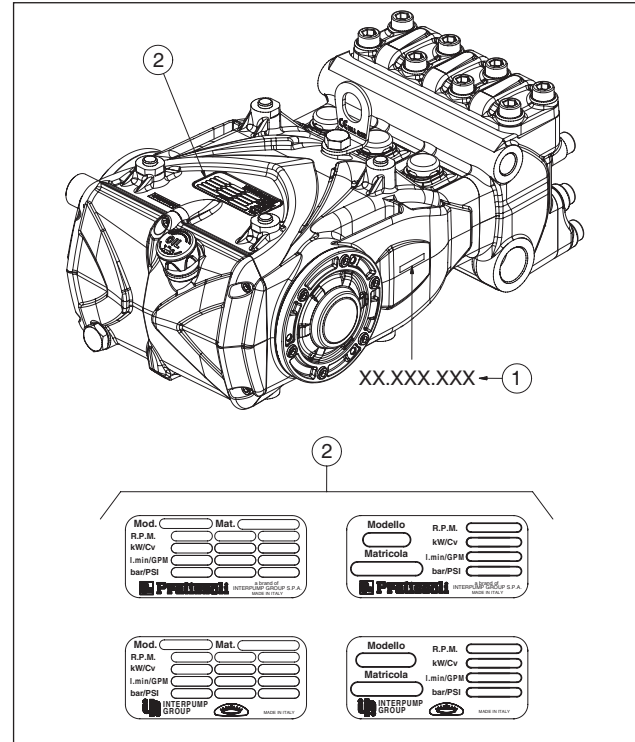

Fig. 1
Chaque pompe possède son numéro de série XX.XXX.XXX voir rep. ① et une plaquette d'identification voir ② de Fig. 1 portant les renseignements suivants :